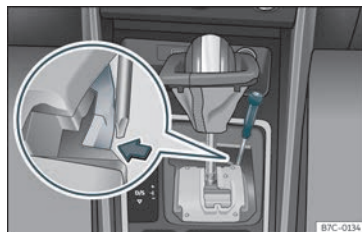

Fig. 145 Panca selectora: desbloqueo de emerxencia na posición de aparcamento.
- Usando a parte plana dun desaparafusador, prema lateralmente a pestana amarela e manténaa premida»» fig. 145 .